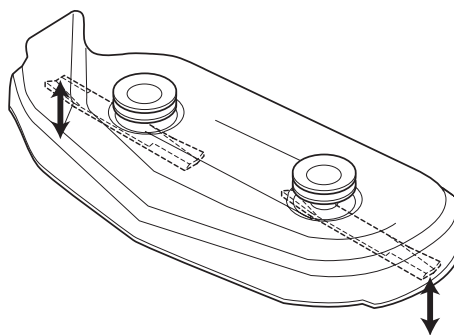

Figure 34. Orienter les lames d'un côté à l'autre
4. Régler la hauteur de coupe en position intermédiaire. Arranger les lames de la tondeuse de manière à ce qu'elles se dirigent d'un côté à l'autre (figure 34).